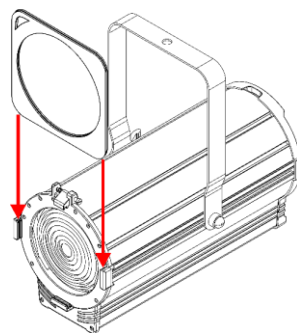

Fig. 12
- 03) Insérez le cadre de couleur dans les **supports de cadre de couleur (04)** (voir fig. 12).